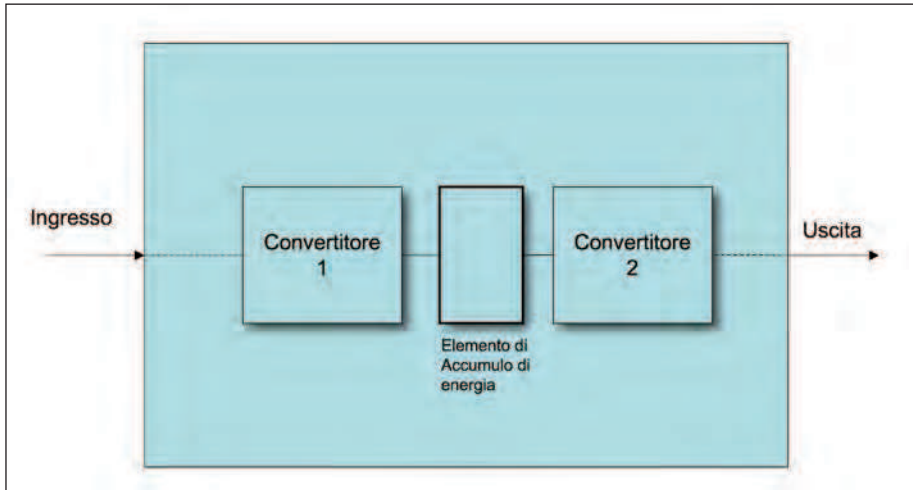

Figura 2: sistema di conversione.
- DC-DC: conversione da bassa ad alta tensione (e viceversa) a parità di potenza. In generale un convertitore può essere rappresentato mediante la **figura 2**.